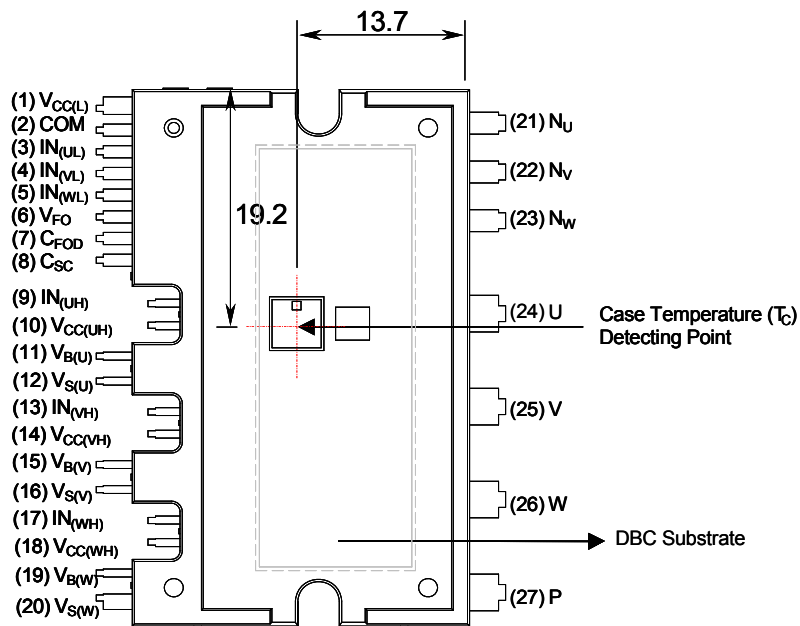

图 2. 俯视图
| $T_C$                 | 模块壳体工作温度            | $-20^{\circ}\text{C} \leq T_J \leq 125^{\circ}\text{C}$ , 见图 2                                           | -20 ~ 100 | $^{\circ}\text{C}$ |
2. 关于壳体温度 ( $T_C$ ) 的测量点, 请参见图 2。